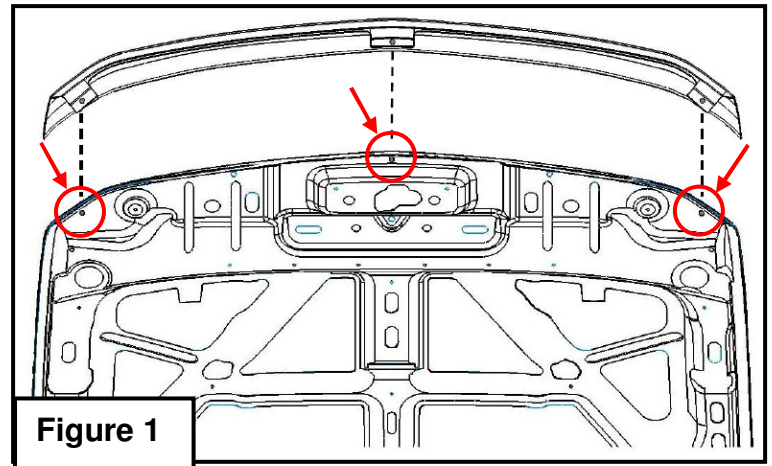

Figure 1
2. Faites un essai d'ajustement du protecteur de capot en alignant les trous de montage avec les trous correspondant dans le capot (**Figure 1**)
4. Réinstallez le protecteur sur le capot original en alignant les écrous-douille avec les fentes du capot. (**Figure 1**) Fixez le protecteur de capot au véhicule en installant le point de fixation central en premier et en continuant vers les extrémités. Serrez les écrous justes assez pour retenir le protecteur en place